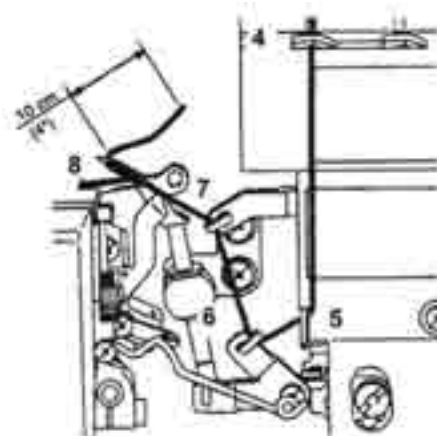

Fig. 18
5. Înfilajți firul în spațiul graifărilor conform marcajelor roșii (5 - 7)(fig. 18).
6. Ghidați firul din față spre spate prin graifărul superior 19 (8).